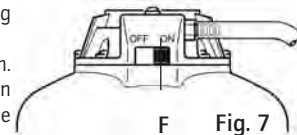

Fig. 7
- Den Bypass-Schalter auf die Stellung ON bringen (Abb. 7-L).